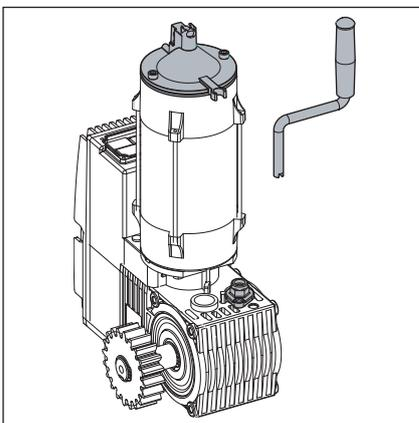
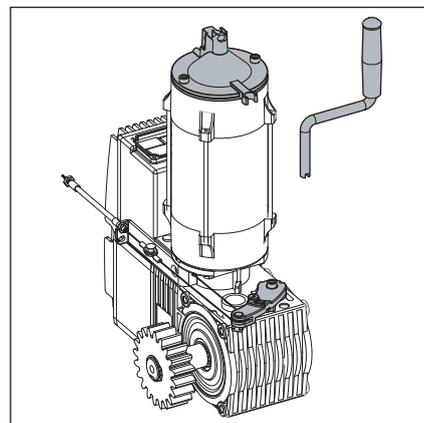

Рис. 8-1: Система разблокировки для проведения техобслуживания
Рис. 8-2: Безопасная деблокировка
- a. При закрытых воротах приведите в действие устройство деблокировки для технического обслуживания (см. рис. 8-1) или деблокировку с защитой (см. рис. 8-2). Сдвиньте ворота вручную в нужное положение.